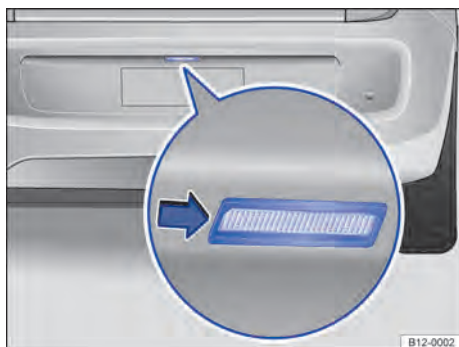

Fig. 149 No para-choque traseiro: remover a lanterna da placa de licença.
2. Com o auxílio de uma chave de fenda, pressionar a lanterna da placa de licença no lado esquerdo e retirar do para-choque → Fig. 149.